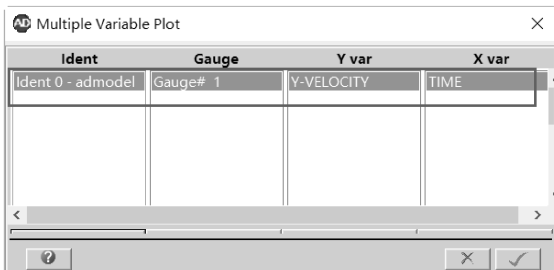
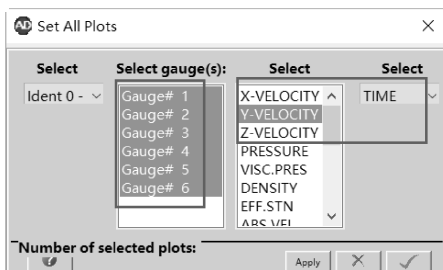
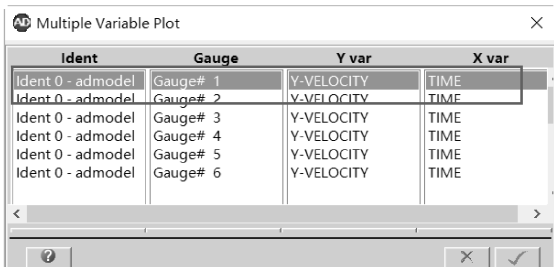

图 6-58 多变量绘图对话框
图 6-59 选择所有节点对话框
图 6-60 多变量绘图对话框
(11) 在【History Plots】对话框中单击【Multiple Variable Plots】, 弹出如图 6-58 所示的对话框。单击【Select】, 从弹出的对话框中选中 Gauge# 1、Gauge# 2、Gauge# 3, Gauge# 4、Gauge# 5、Gauge# 6、Y - VELOCITY、TIME, 单击 ☒ 确定, 如图 6-59 所示; 返回【Multiple Variable Plots】对话框, 如图 6-60 所示; 单击 ☒ 确定, 得到所有节点在 Y 方向上的速度随